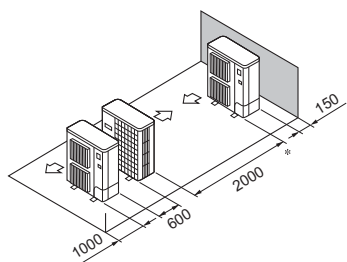

Fig. 3-15
- ⑤ Disposition pour un seul appareil parallèle (Fig. 3-15)